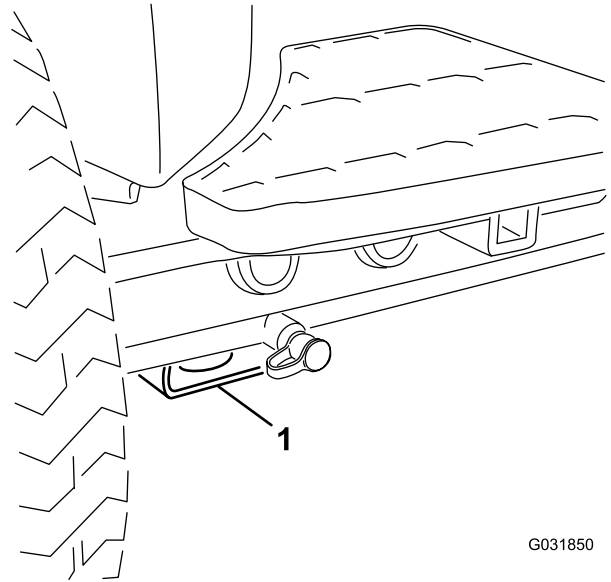

Bild 74
- Vorne: Rechteck unter dem Achsenrohr in jedem Vorderreifen (Bild 74).